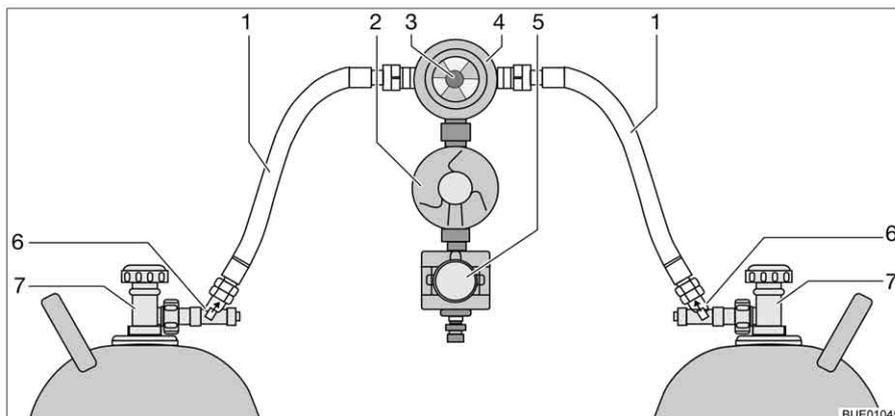

Fig. 121 Impianto di commutazione Crash Protection Unit
La Crash Protection Unit consiste di due limitatori di flusso con sblocco manuale (Fig. 121,6), di una valvola di commutazione (Fig. 121,4) con regolatore di pressione (Fig. 121,2), di una elettrovalvola (Fig. 121,5) e di una centralina di controllo con LED a tre colori. La valvola di commutazione viene montata tra i due tubi del gas (Fig. 121,1).
Con la manopola (Fig. 121,3) sulla valvola di commutazione è possibile stabilire, quale delle bombole del gas viene utilizzata come bombola in uso e quale bombola del gas viene utilizzata come bombola di riserva.
Sulla centralina di controllo (Fig. 122) possono venire azionate solo le funzioni elettriche. Le valvole principali di arresto delle bombole del gas (Fig. 121,7) e gli sblocchi (Fig. 121,6) devono essere aperti a mano.
- Aprire le valvole principali di arresto delle bombole del gas (Fig. 121,7).
- Premere gli sblocchi (Fig. 121,6) uno dopo l'altro per 10 secondi.
- Con la manopola (Fig. 121,3) sulla valvola di commutazione (Fig. 121,4) selezionare la bombola del gas, da cui proviene la principale alimentazione del gas (bombola in uso).
- Chiudere le valvole principali di arresto delle bombole del gas (Fig. 121,7).